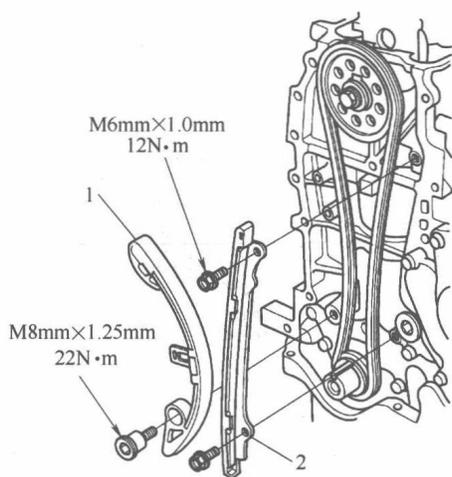

图 1-1-15
(6) 安装凸轮轴链条张紧器臂 1 和凸轮轴链条导轨 2，如图 1-1-15 所示。